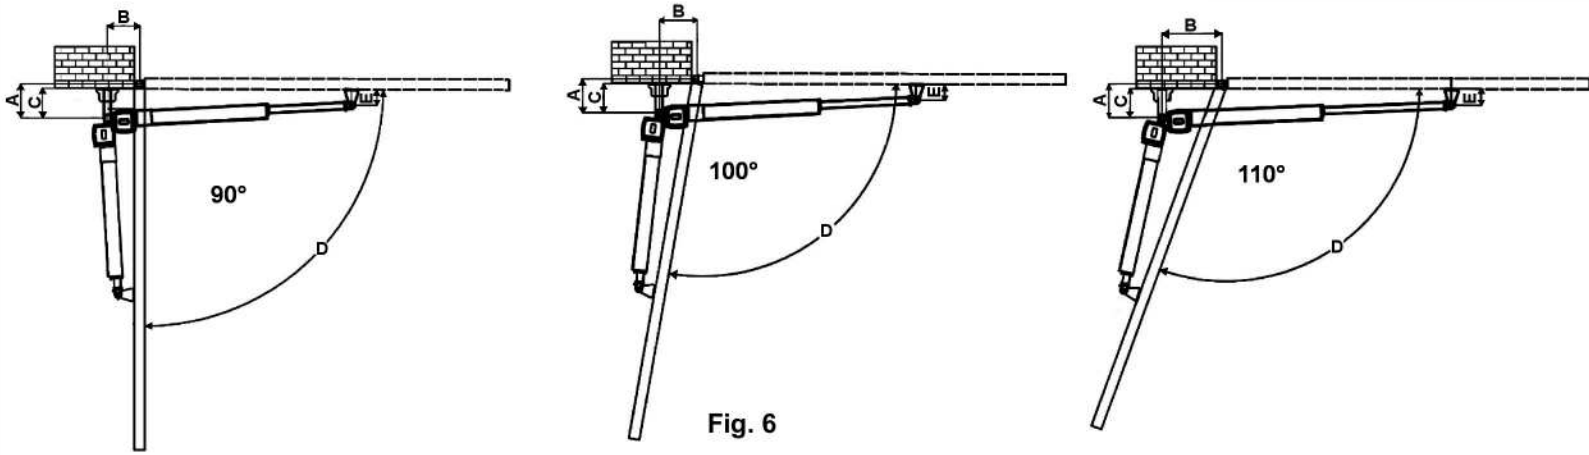

Fig. 6
A. Apertura Interior del Operador Abatible. (Fig.5) (Fig.6)